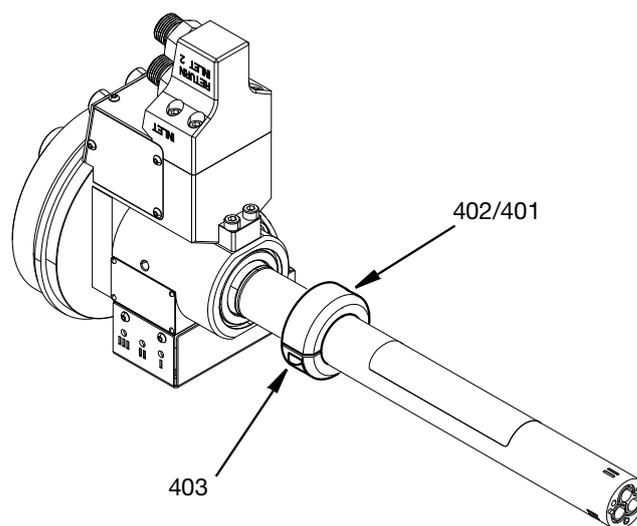

FIG. 16
8. Сняв адаптер с центрального корпуса, ослабьте два винта M5 (403) и снимите стопорное кольцо (401) с шайбой (402). См. FIG. 16.